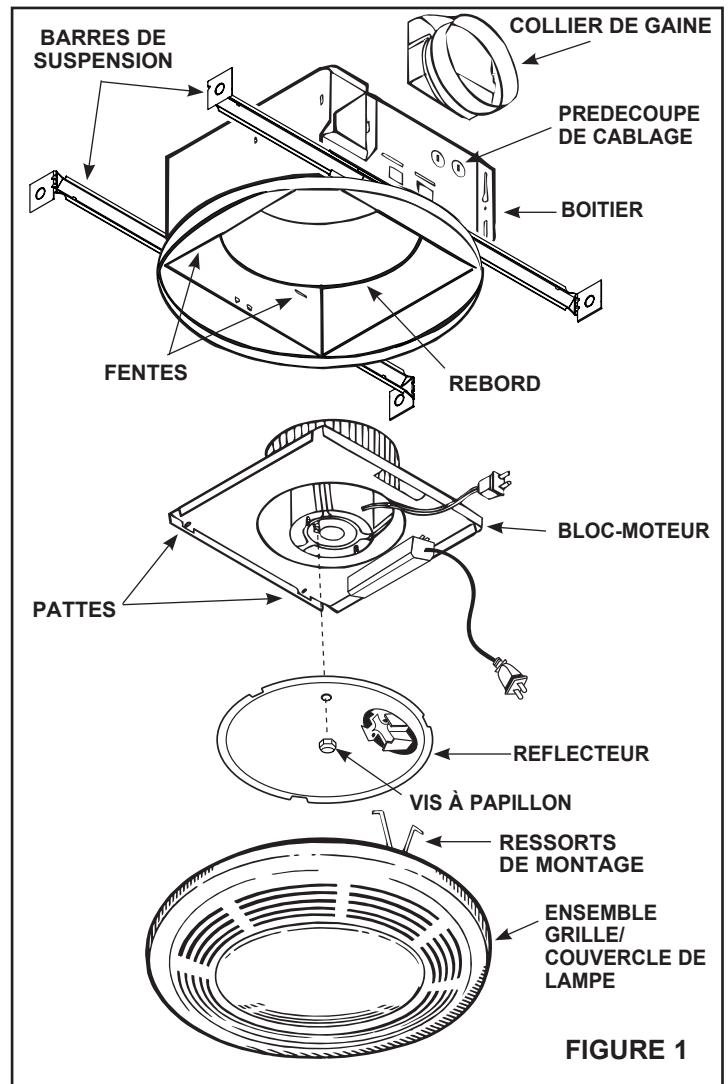

FIGURE 1
1. Refer to Figure 1. Place duct collar over flanges at discharge opening of fan. Secure collar by snapping tabs into slots in flanges.
1. Refer to Figure 1. Place power/blower unit into housing so that mounting plate's tabs insert into slots in housing.
- Voir Figure 1. Enlever le bloc-moteur du boîtier.
1. Voir Figure 1. Placer le collier de gaine sur les collerettes à l'ouverture d'évacuation du ventilateur. Fixer le collier en pressant les pattes dans les fentes des collerettes.
1. Voir Figure 1. Placer le bloc-moteur dans le boîtier de sorte que les pattes de la plaque de montage s'insèrent dans les fentes du boîtier.